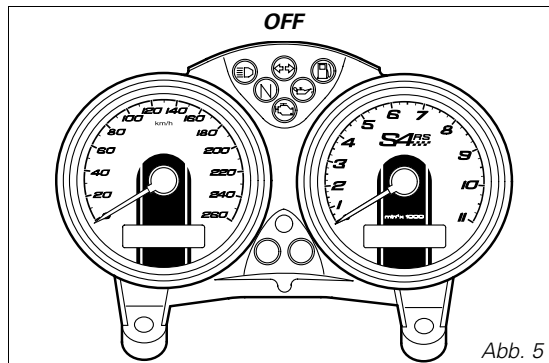
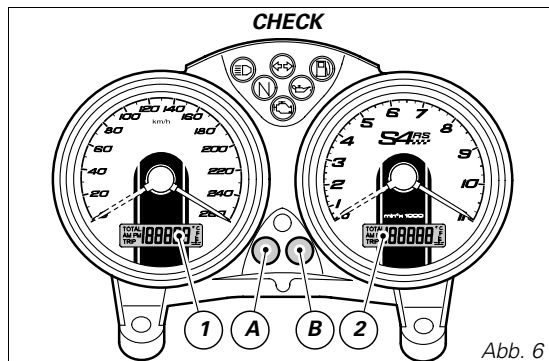

Abb. 5
Abb. 6
Beim Einschalten (Zündschlüssel von **OFF** auf **ON**) führt das Cockpit einen **Check** an allen Instrumenten (Zeiger, Display, Kontrollleuchten), siehe (Abb. 5 und Abb. 6) durch.
Durch Drücken der Taste (B, Abb. 6) wird bei auf **ON** stehendem Zündschlüssel abwechselnd der Stand des Tageskilometerzählers und des Kilometerzählers angezeigt.
Durch mindestens 2 Sekunden langes Drücken der Taste (B, Abb. 6) in der Funktion **TRIP** (Tageskilometerzähler) wird das Display (LCD 1) zurückgesetzt.
Durch Drücken der Taste (A, Abb. 6) werden bei auf **ON** stehendem Zündschlüssel abwechselnd die Uhr und die Wassertemperatur angezeigt.
Die Taste (B, Abb. 6) mindestens 2 Sekunden lang drücken. Durch Drücken der Taste (A, Abb. 6) die Angabe **AM/PM** auswählen. Mit Taste (B) nun zur Einstellung der Stunden übergehen. Durch wiederholtes Drücken der Taste (A) wird die Stundenanzeige geändert. Mit Taste (B, Abb. 6) nun zur Einstellung der Minuten übergehen. Mit Taste (A) die Minuten einstellen; wird die Taste länger als 5 Sekunden gedrückt, läuft die Zählung schneller. Mit Taste (B) nun den Einstellmodus beenden.
Durch wiederholtes Drücken der Taste (B, Abb. 6) innerhalb von 5 Sekunden nach dem Umstellen des Zündschlüssels auf **ON** kann die Cockpithelligkeit eingestellt werden.